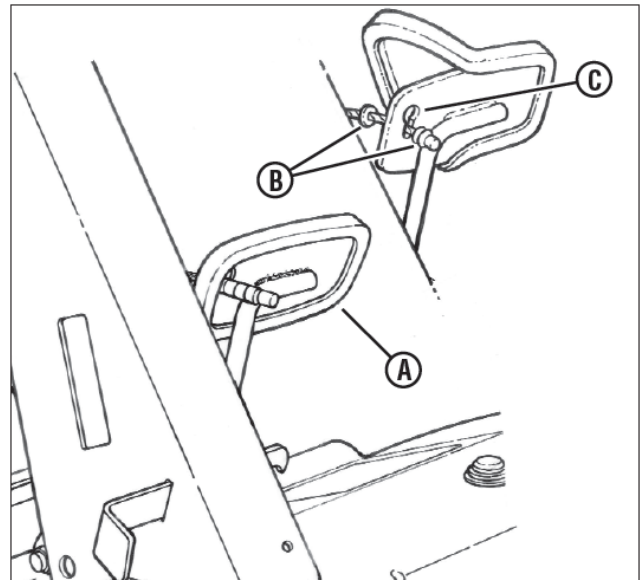

Рис. 38. Регулировка троса сцепления / тормоза
5. Когда регулировка ремня закончена, необходимо проверить, не ослаб ли трос педали сцепления / тормоза. Отключите стояночный тормоз и дайте педали (А, рис. 38) оставаться верхнем положении (колесный привод включен). Трос педали сцепления / тормоза должен иметь провис 0,5 см. Если нет, выполните регулировку троса.